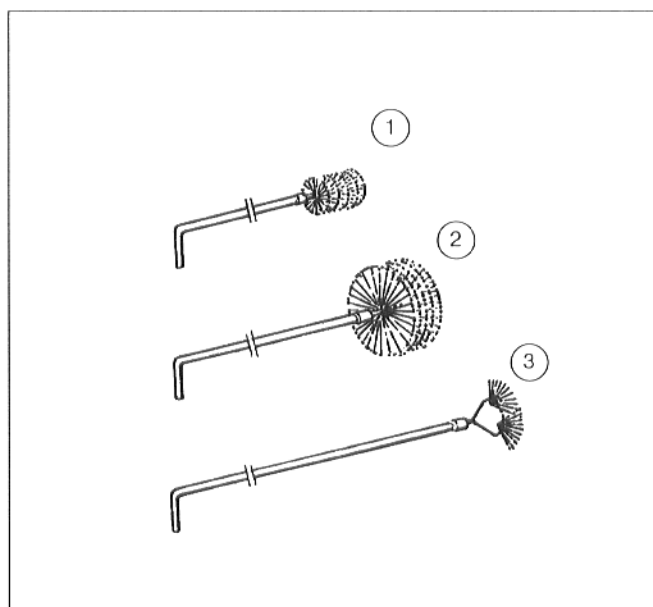

Рис. 62
- На рис. 62 показаны щетки применяемые для очистки.